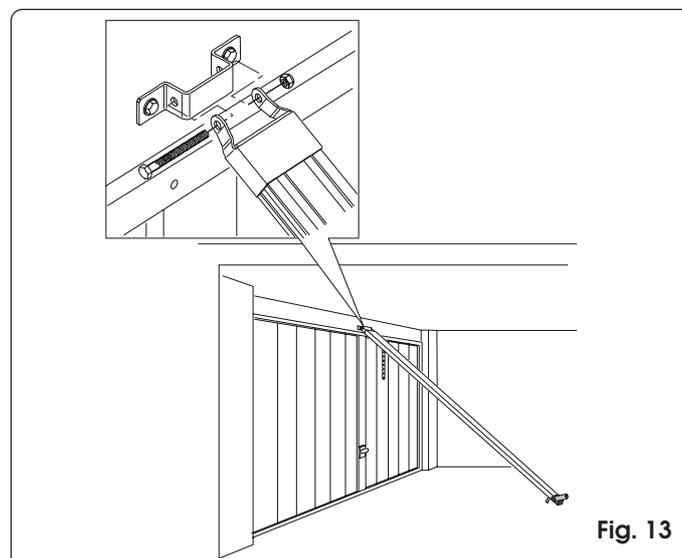

Fig. 13
- 7) Sollevare la guida dall'attacco anteriore ed assemblare quest'ultimo con la staffa di fissaggio utilizzando l'apposita vite passante ed il dado (fig. 13).